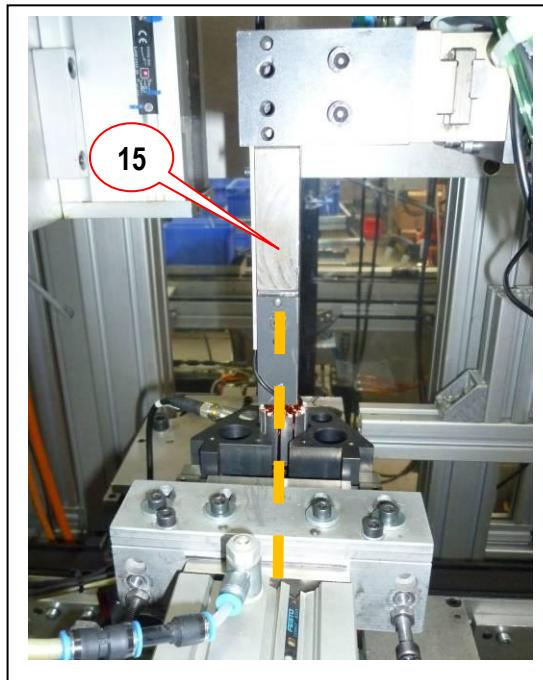

Bild 7
- Ausrichtung des Greifers zur Paletteneinheit (15) prüfen (Bild 7), ggf. muss die Position der gesamten Fügevorrichtung zur Paletteneinheit korrigiert werden.